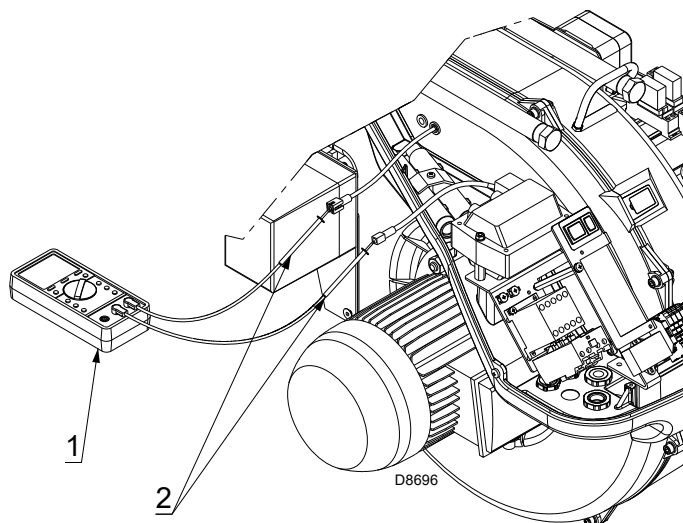

图 35
但是，如果有必要对离子电流进行测量时，断开离子探针电缆上的插头 - 插座 (2) (图 35)，插入一个量程为 $100 \mu\text{A}$ 的微安计 (1) (图 35)。